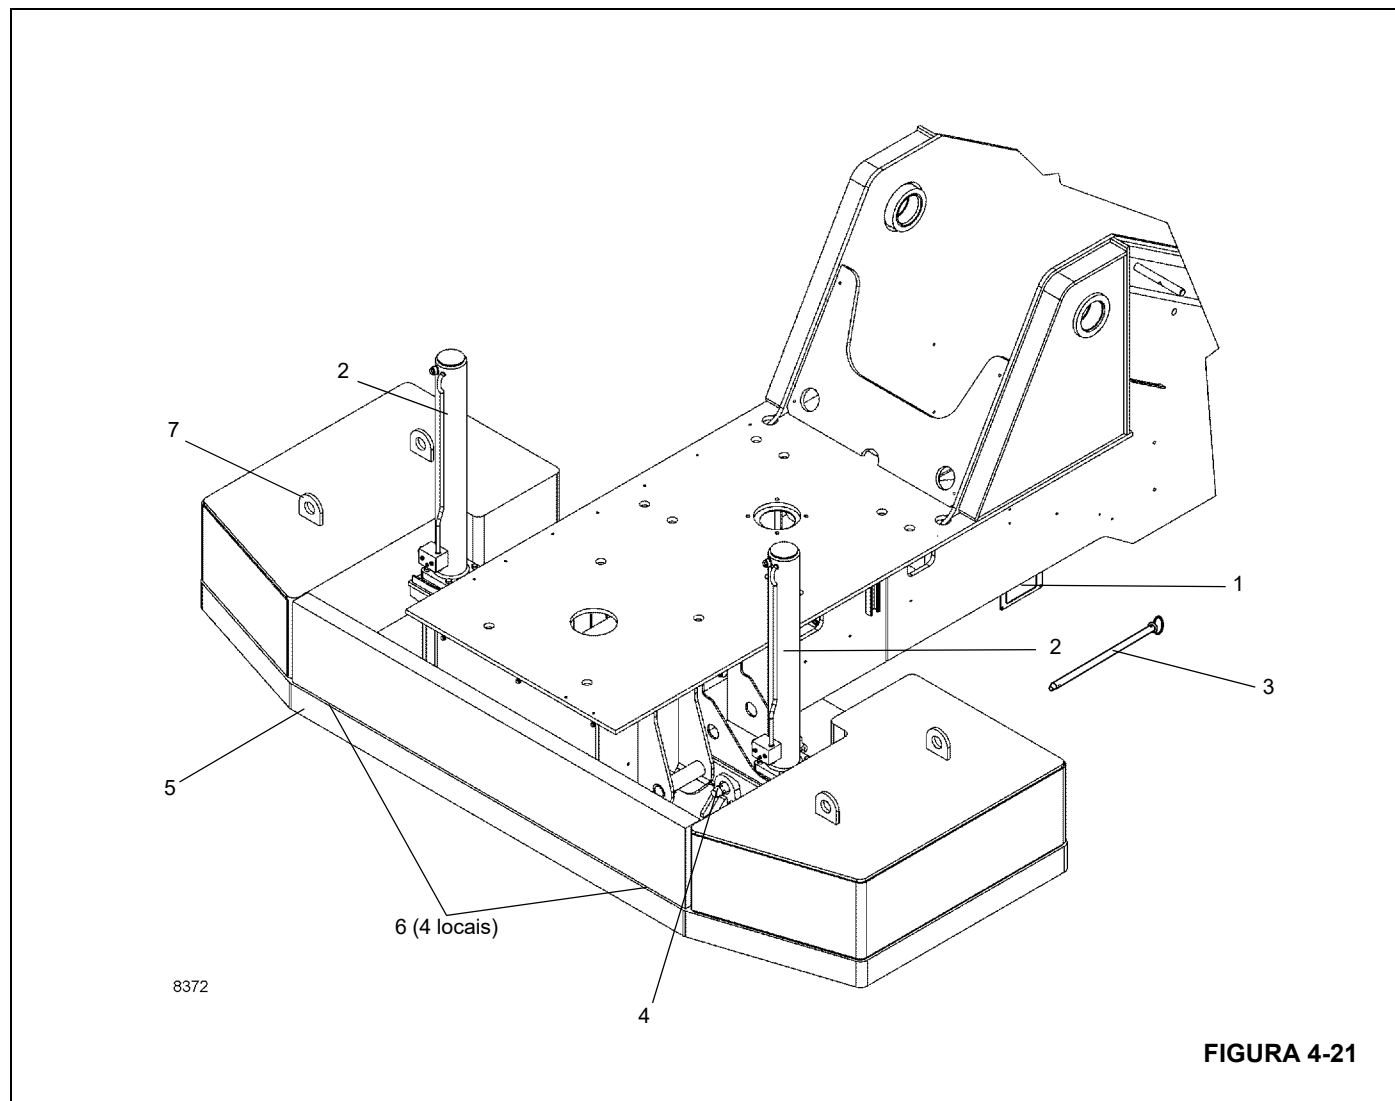

FIGURA 4-21
5. Utilizando as chaves da válvula de controle de remoção do contrapeso (Figura 4-20 e Figura 4-21), localize as em nos dois lados da plataforma rotativa, abaixe os cilindros do contrapeso. Utilize os pinos de fixação para prender os cilindros ao contrapeso. Insira os pinos de retenção nos pinos de fixação.